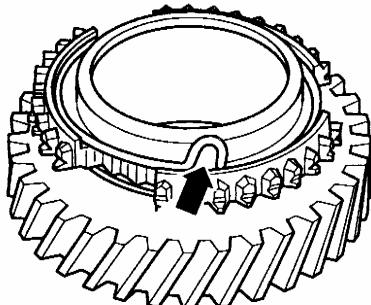

图 12-76 把弹簧置入换挡齿轮
(7) 把弹簧置入换挡齿轮中, 弹簧绕曲的一端 (箭头) 必须钩入换挡齿轮的孔, 如图 12-76 所示。